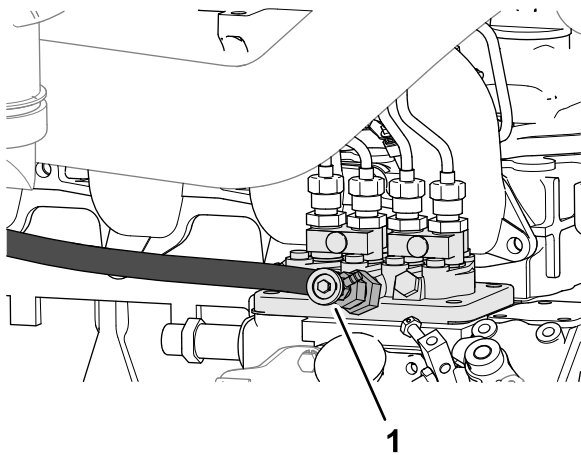

Figura 83
4. Desaperte o parafuso de purga que se encontra na bomba de injeção de combustível (Figura 83).